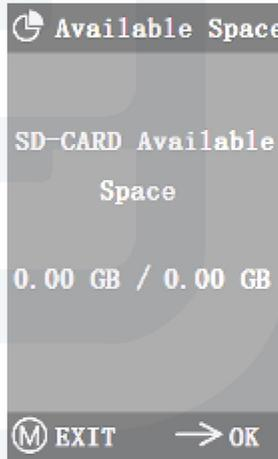

Figure 5-16
- Si "0.00 Gb / 0.00 Gb" s'affiche (voir Figure 5-16), cela signifie que la micro carte SD n'a pas été montée correctement, veuillez essayer de la réinsérer